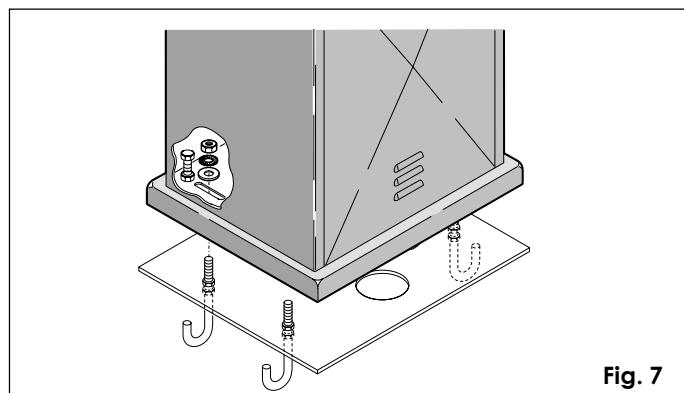

Fig. 7
- Togliere il cofano di protezione (fig. 1-rif. 2) e posizionare il motoriduttore sulla piastra di fondazione. Inserire, ma non serrare, la rondella, la grower e il dado come da fig. 7.